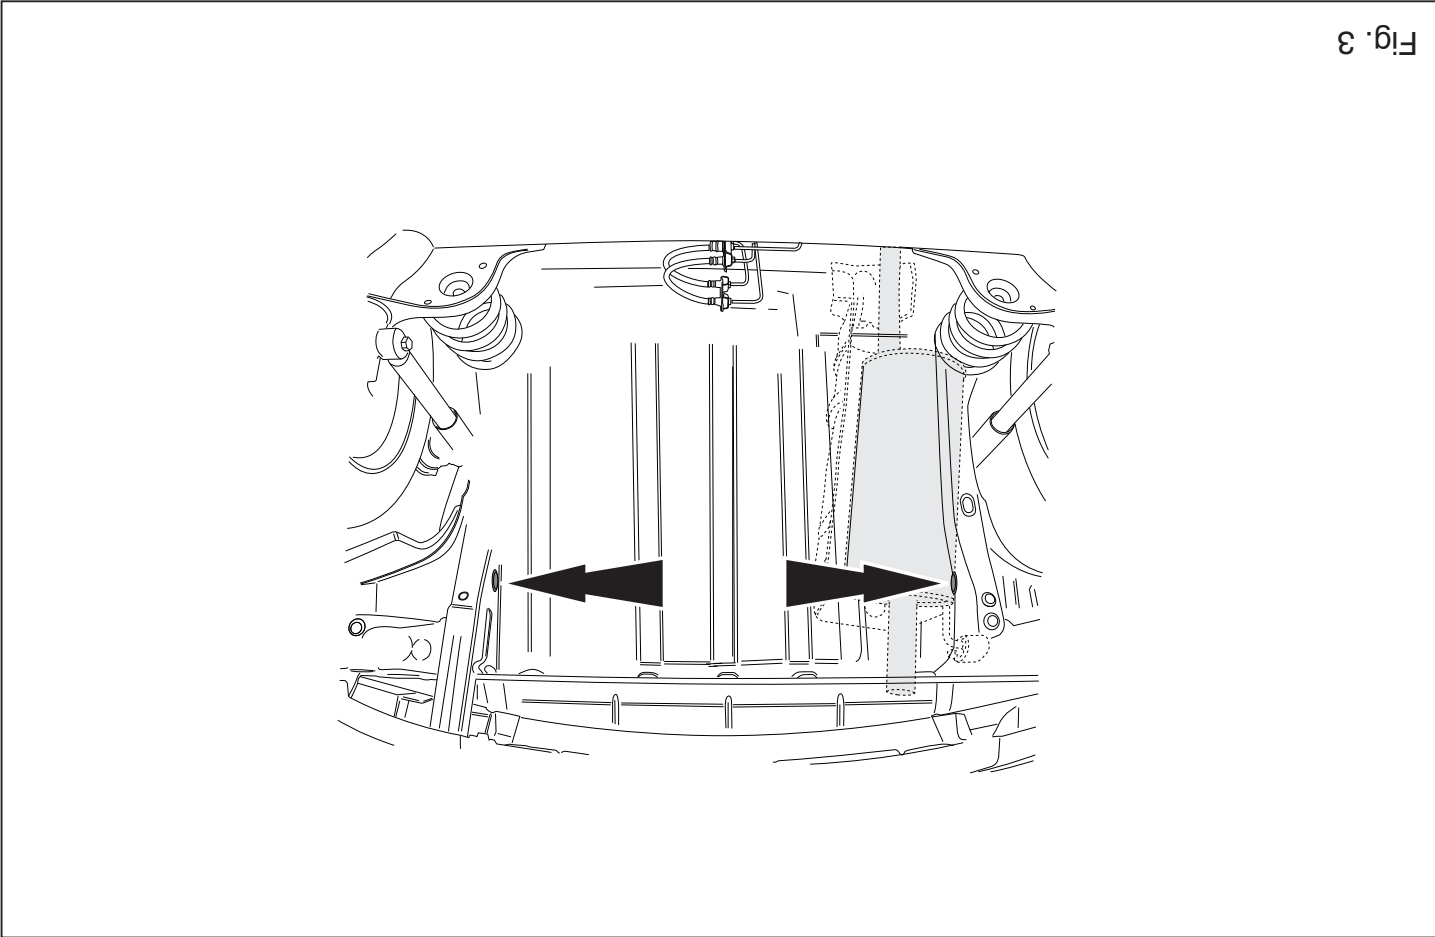

Fig. 3
6. Remove the rubber caps at the points indicated (see fig. 3).
6. Bei den angegebenen Punkten die Gummikappen entfernen (siehe Abb. 3).